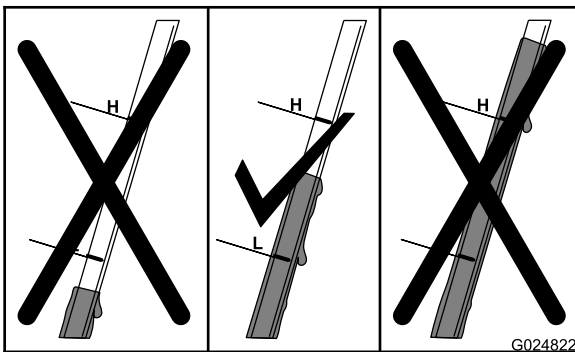

Figura 24
6. Observe el nivel de aceite en la varilla (Figura 24).